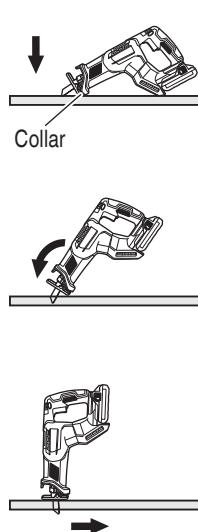
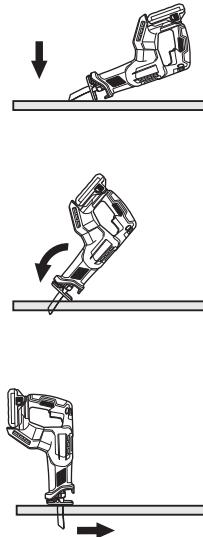

Fig. 25
Fig. 26
5. Attaque en plein bois (Fig. 25, Fig. 26)
Cet outil vous permet de procéder à un sciage en plongée sur des panneaux de contreplaqué et des panneaux de bois mince. Le sciage en plongée s'effectue en toute facilité avec la lame installée à l'envers, comme illustré à la Fig. 26.